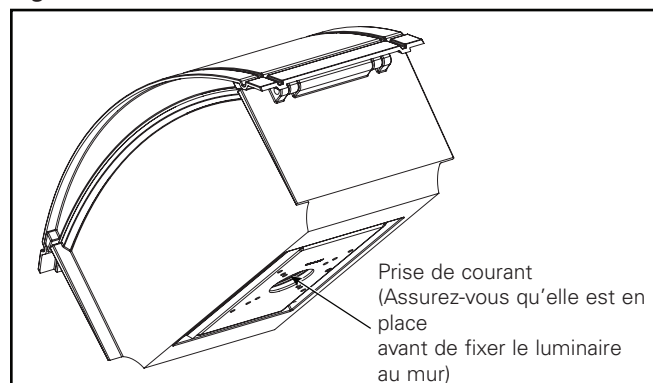

Figure 1a.
5. Assurez-vous que la fiche au bas du boîtier est placée correctement, comme montré à la Figure 1a.